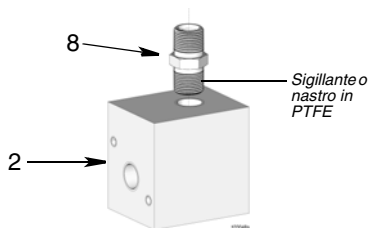

FIG. 8
1. Avvolgere le filettature del nipplo del tubo (8) con nastro in PTFE o sigillante come mostrato in FIG. 8. Montare il nipplo del tubo (8) nell'apertura del collettore (2). Serrare saldamente. Per determinare la corretta posizione di installazione, fare riferimento a FIG. 8.